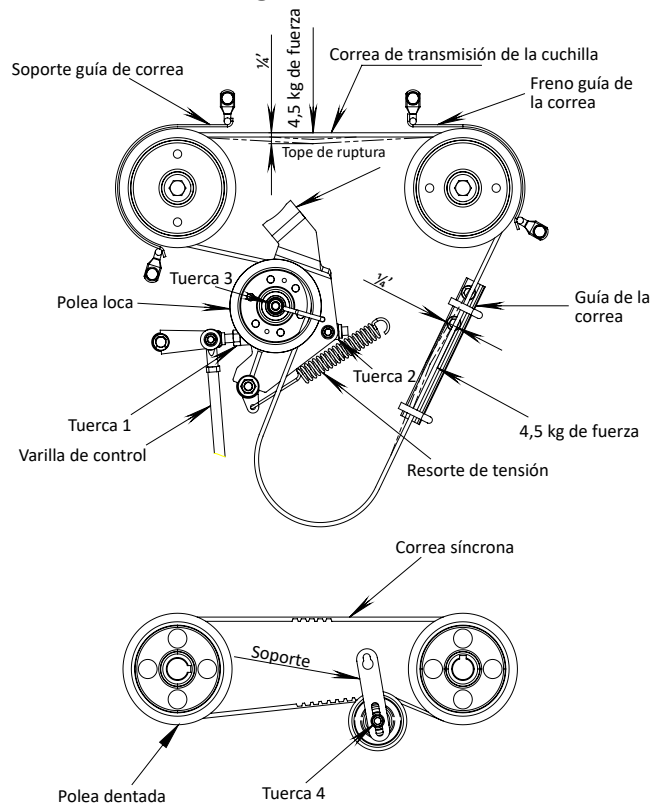

FIG 9.
- Retirar la cubierta de la correa. Ajustar la correa de la plataforma del cortacésped usando un medidor de tensión de correa. Accionar la palanca de accionamiento de la cuchilla, tensar la correa del cortacésped y ajustar la correa para que se mueva 0,6 cm con 4,5 kg de presión. Ajustar la tensión apretando o aflojando la tuerca M10. (Ver FIG 9).
- Insertar la palanca de accionamiento de la cuchilla, aflojar la tuerca, tensar el orificio en forma de cintura hacia adelante. Asegúrese de que el ajuste de la correa sea adecuado. (Dar al lado de tensión de la correa una fuerza de 1-2KG, la desviación de la correa es de 7-9mm) (Ver FIG 9)
- Retire la correa de transmisión de la cuchilla según el método de referencia 5.2.2, luego afloje la tuerca en la polea loca, saque la correa síncrona del eje, luego instale la nueva correa síncrona en orden inverso. (Ver FIG 9)
Probar el sistema de freno de la cuchilla; el cojinete del freno de la cuchilla puede hacer que las cuchillas giratorias rápidas dejen de funcionar en 3 segundos. (Ver FIG 9)